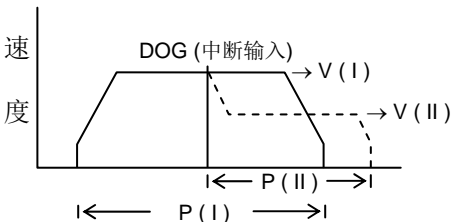
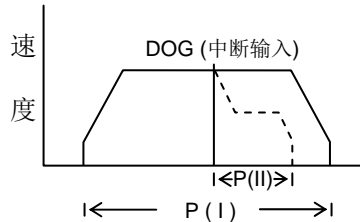
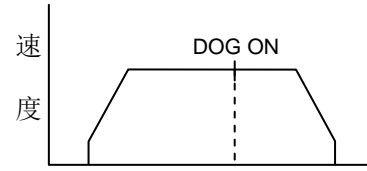

图 2-4-2
图 2-4-3
图 2-4-4
- ◆ 当 P(I) ≠ 0 时, 以 V(I) 的速度运转, 若 DOG 信号未输入则行走 P(I) 的距离停止。如图 2-4-2 或图 2-4-3。若中途 DOG 信号 ON, 则改变速度 V(II) 再行走 P(II) 的距离停止, 若 P(II)=0, 则立即停止。如图 2-4-4。
- ◆ P(II) 的设定范围为 0 ~ 65,535。